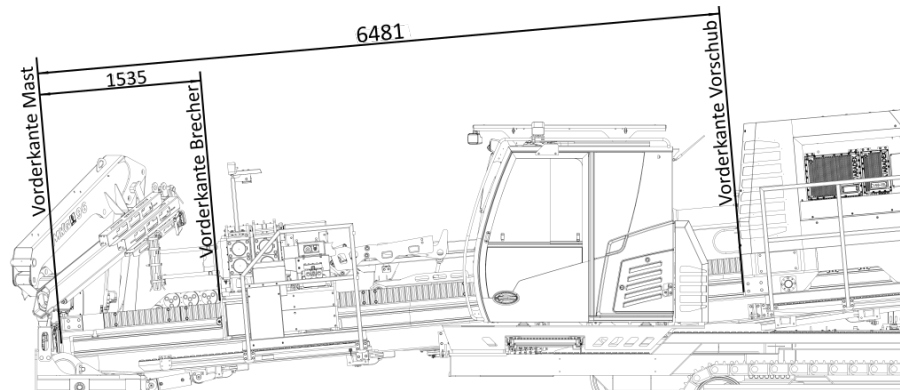

Abb. 7-9: Parkposition
8. Bringen Sie den Vorschubschlitten auf das Maß siehe *Abb. 7-9 Parkposition* Seite 81.